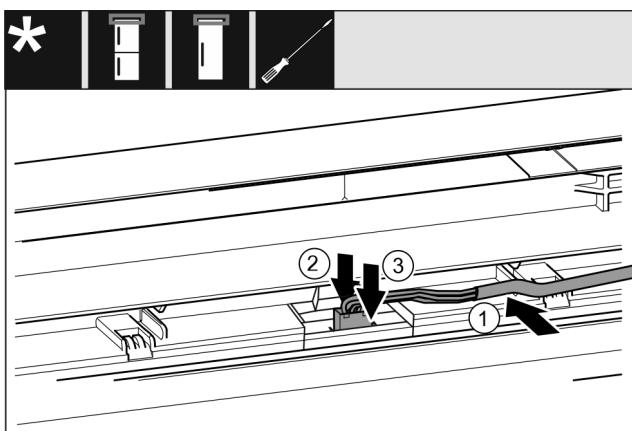

Fig. 44
- Graues Kabel in die Führung in der oberen Tür einlegen. Fig. 44 (1)
- Rastnase nach hinten drücken Fig. 44 (2)
- Stecker einrasten. Fig. 44 (3)